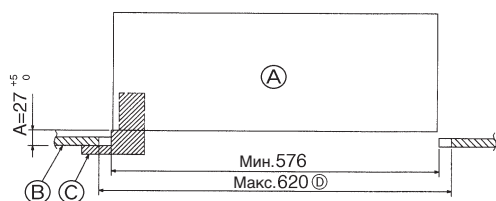

Fig. 5-2
①	Решетка	1	650 × 650 (mm)
②	Винт с прокладкой	4	M5 × 0,8 × 25 (mm)
③	Шаблон	1
④	Фиксатор	2
⑤	Лента	2
5.2. Подготовка к установке вентиляционной решетки (Fig. 5-2)